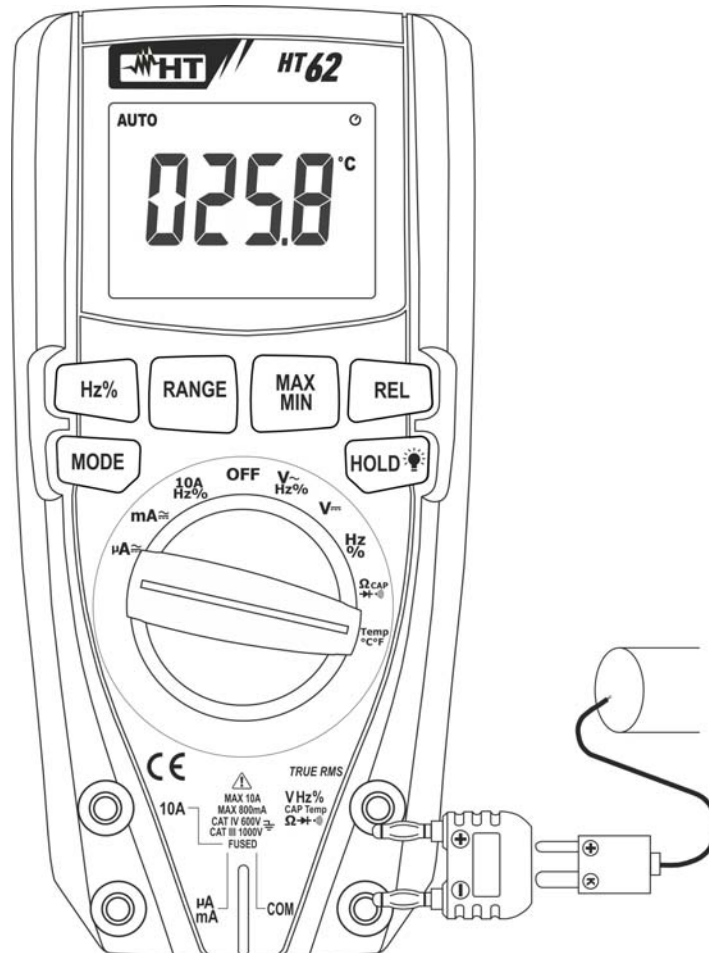

Fig. 8: Uso dello strumento per misura di Temperatura
3. Inserire l'adattatore in dotazione nei terminali di ingresso **VHz%CAPTempΩ** (polarità +) e **COM** (polarità -) (vedere Fig. 8)